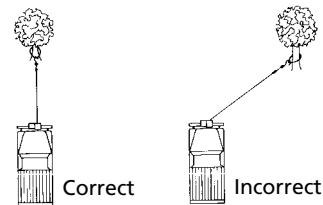

Figure 5
13. ÉVITEZ LA TRACTION CONTINUE À DES ANGLES EXTRÊMES. Ceci aura pour conséquence l'entassement du câble d'un seul côté du tambour (Fig. 5), ce qui peut bloquer le câble à l'intérieur du treuil et endommager le câble ou le treuil.